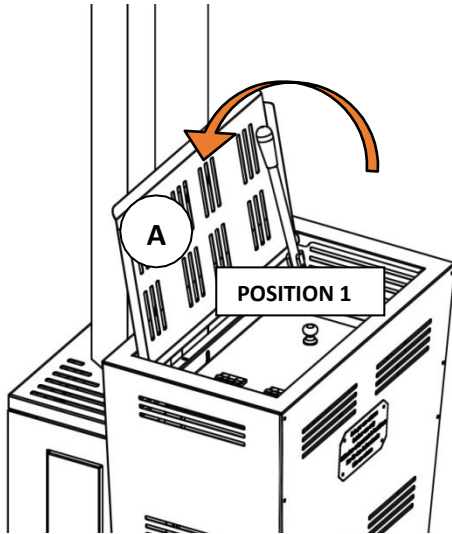

Abb. 9
- Den Deckel **A** anheben und den Hebel zur Pelletbeladung in Position 1 verschieben (Abb.9)